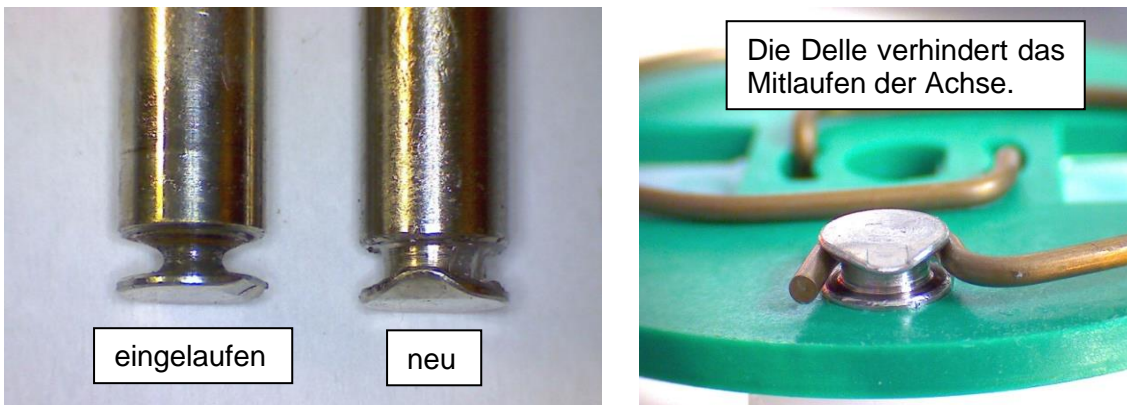

Abbildung 18 Überprüfung der Achsen der Andruckrollen
3. Pumpenkopf ② von der Motorwelle ziehen
5. Das Entfernen der Federn (4 Stück) ③ vom Rollenträger ist ohne Zuhilfenahme von Werkzeugen einfach möglich. Hierzu Feder aus der Nut ④ neben der Wellenbohrung herausziehen
6. Die Rollenachsen demontieren und die Rollen wechseln. Darauf achten, dass die Andruckfeder nicht in die Achse eingelaufen ist und die Einpressung (Delle) an der Achsenstirnseite beschädigt hat. Bei Abnutzung muss die Achse gewechselt werden (siehe Abbildung 18).
1. Sicherstellen, dass die Kunststoffrollen leicht auf der Achse rollen. Nach dem Wiedereinbau der Achse mit Rolle in den Rollenträger muss die Feder wie in Abbildung 18 gezeigt, montiert sein. Bitte auf richtige Ausrichtung der Einkerbung (Delle) achten.